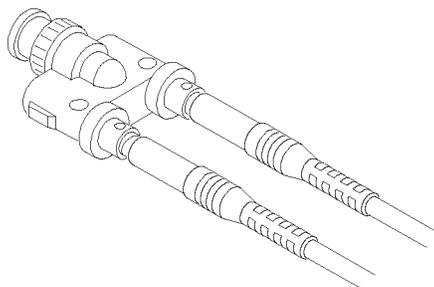

Рис. 7: Вставка проводов пробника в винтовые клеммы
10. Подсоедините входные провода дифференциального пробника (не используя принадлежности для подключения), вставив штекеры «банан» соответствующих проводов в винтовые клеммы модифицированного адаптера с разъемом BNC. (См. рис. 7.)
6. Подсоедините входные провода дифференциального пробника (не используя принадлежности для подключения), вставив штекеры «банан» проводов в металлические винтовые клеммы модифицированного адаптера с разъемом BNC. (См. рис. 7 на странице 22.) Включите выходной сигнал генератора.